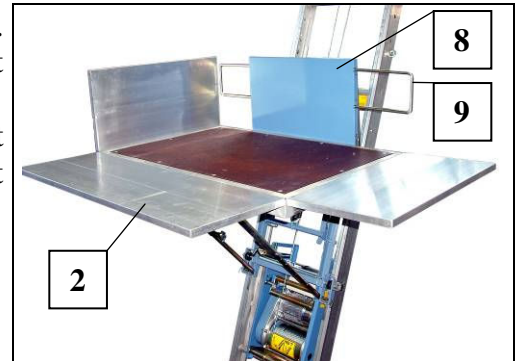

Fig. 53 Platformwanden verstellen
- De voorste platformwand (8) kan eveneens worden uitgeklast (bijv. om het lossen bovenaan de ladder gemakkelijker te maken).
- Beschermbeugel (9) naar binnen schuiven (zie Fig. 53).
- Aan platformwand (8) trekken, neerlaten en in het profiel van het platform schuiven.